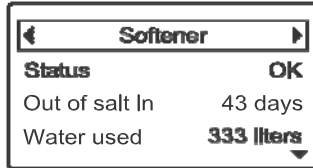

РИС. 108
1. Нажать кнопки ВЛЕВО (◀) или ВПРАВО (▶) на пульте дистанционного управления для ручного перехода к экрану статуса **Умягчителя** (См. Рисунок 108).